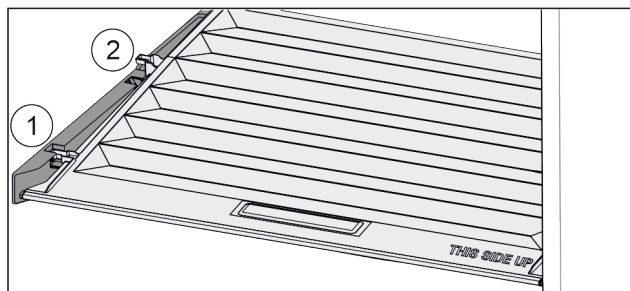

Fig. 24
- 将盖子向前拉 Fig. 24 (1)至定位件开口。
► 从下方抬起后端并向上将其移出 Fig. 24 (2)。